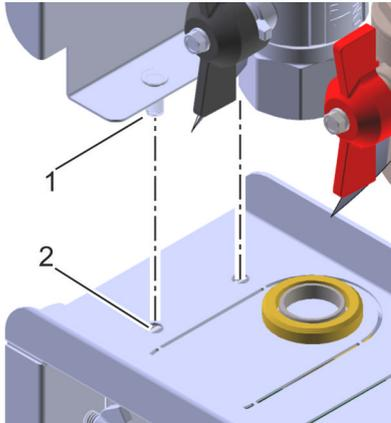

Abb. 34: Aufsetzen
- 6.** ➔ Sicherstellen, dass die Verbindungsstifte (Abb. 34/1) durch die vorgesehenen Löcher (Abb. 34/2) im Heizungsmodul stecken.
- 9.** ➔ Flügelmuttern in 4 Verbindungsstifte (Abb. 34/1) eindrehen.